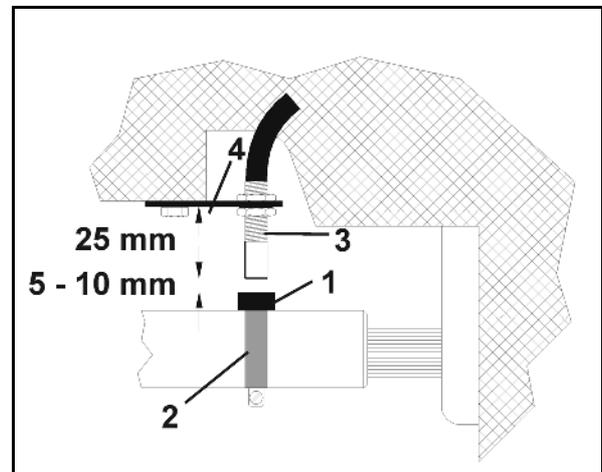

Fig. 75
1. Fije el imán (Fig. 75/1) con la abrazadera de manguera (Fig. 75/2) sobre el eje cardánico.
2. Fije el sensor (Fig. 75/3) mediante soporte universal (Fig. 75/4) frente al imán en el bastidor del vehículo.